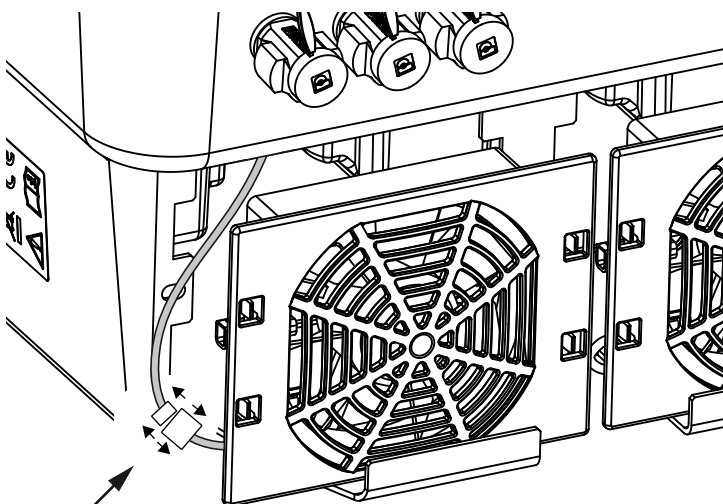

Fig. 75 : déconnexion du câble du ventilateur
4. Enlever entièrement le ventilateur du boîtier. Pour cela, détacher le connecteur enfichable du câble du ventilateur.  Fig. 75